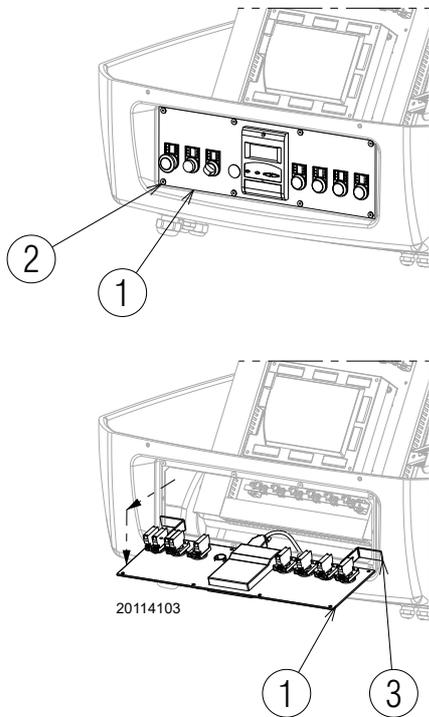

Abb. 47
- ziehen Sie die Bedientafel 1) heraus und drehen Sie sie um 90°, hängen Sie sie dazu mit den entsprechenden Bügeln 3) im Profil der Schalttafel ein, wie aus Abb. 47 ersichtlich;